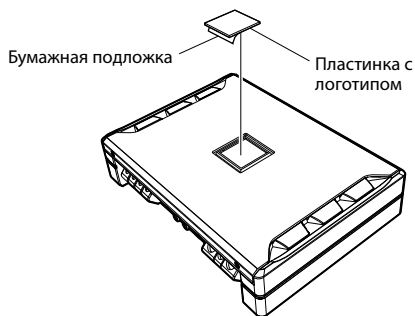

Рис. 4
2. Отклейте бумажную подложку с пластинки с логотипом, затем прикрепите ее к устройству в нужной ориентации. (Рис. 4)